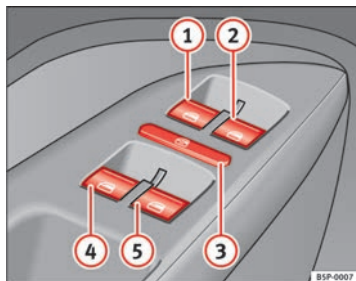

Fig. 67 Détail de la porte du conducteur : commandes pour les glaces avant et arrière
Les boutons ⇒ fig. 67 ① et ② disposent de deux positions pour l'ouverture des glaces et de deux autres pour leur fermeture. Il est ainsi plus simple de contrôler les processus d'ouverture et de fermeture.